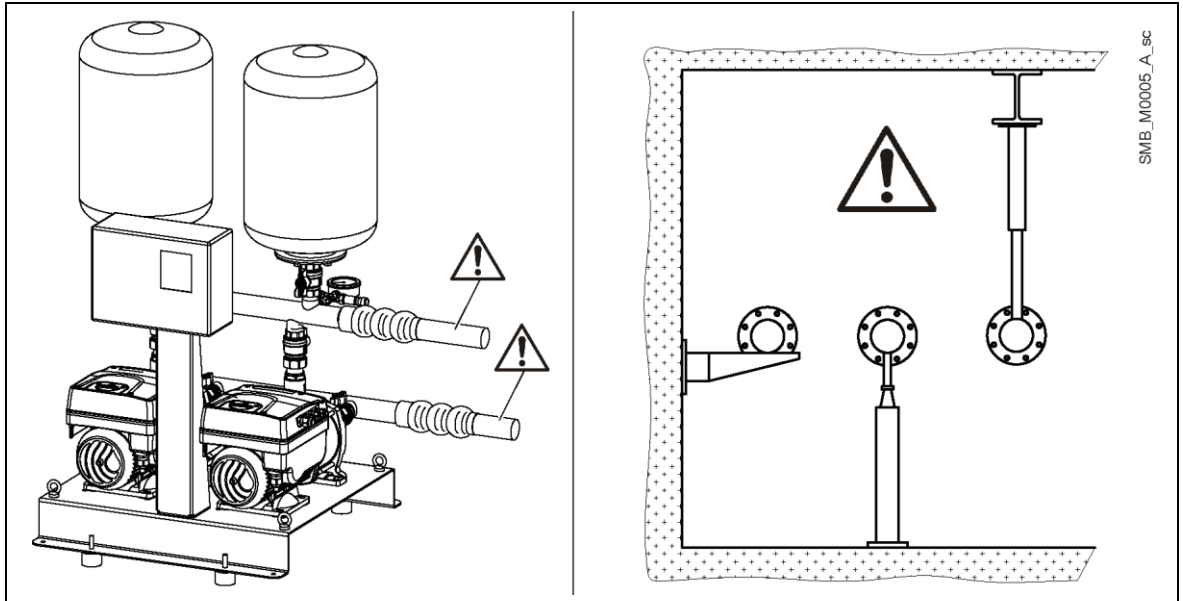

Рисунок 7. Монтаж механічної частини бустерної установки
- Встановіть компенсатори теплового розширення й належні опори для труб, щоб забезпечити захист від напружень (див. рис. 7). Вага труб і напірних баків збільшується, коли вони заповнені водою. Перед запуском установки переконайтеся, що всі муфти, які не використовуються, закрито й загерметизовано.